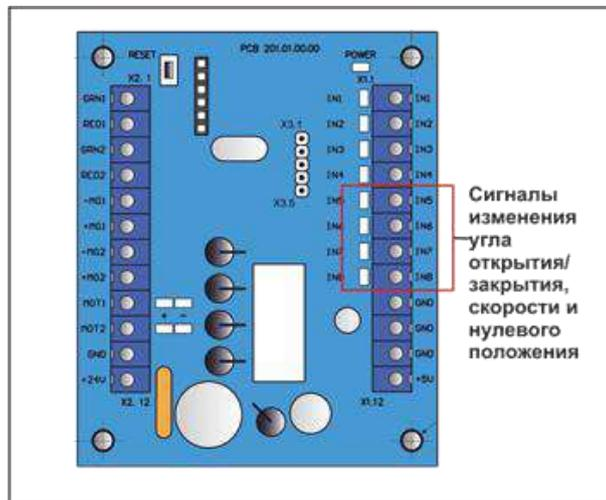

Рис. 22 – Сигналы изменения угла поворота на контроллере PCB 201
6. Проверить состояние сигналов (Рис.22) на контроллере PCB 201 – клеммы: IN5, IN6, IN7, IN8 при повороте поводка: